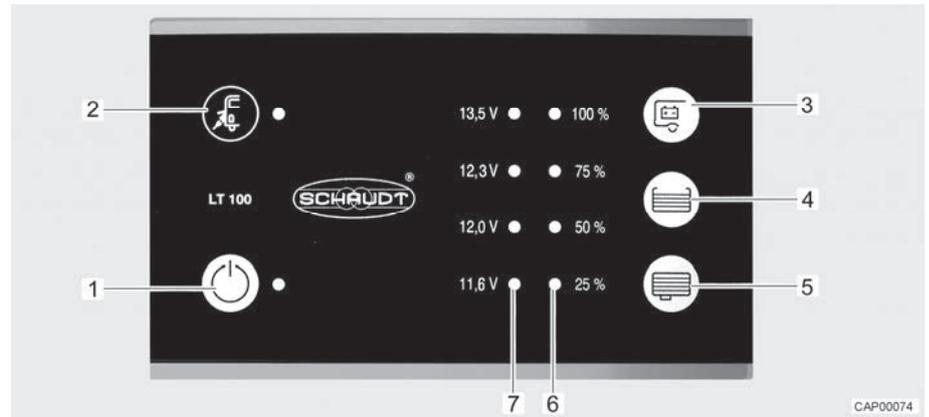

Fig. 81 Panel (LT 100)
El LED amarillo en el símbolo de conexión a la red "⏏" (Fig. 81,2) estará iluminado mientras que el vehículo esté conectado a una alimentación de red externa. Entonces, el LED también estará iluminado al estar el panel desconectado.
El interruptor principal de 12 V (Fig. 81,1) conecta y desconecta el panel y la alimentación de 12 V del habitáculo.
- Pulsar el interruptor "⏻" (Fig. 81,1): La alimentación de 12 V del habitáculo está conectada. El LED está iluminado de color verde.
- Volver a pulsar el interruptor "⏻" (Fig. 81,1): La alimentación de 12 V del habitáculo está desconectada. El LED se apaga.
La serie de LED (Fig. 81,7) indicará la tensión de batería de la batería del habitáculo del modo siguiente:
- Pulsar la tecla "☰" (Fig. 81,3): Indica la tensión de la batería del habitáculo.
La serie de LED (Fig. 81,6) indicará el nivel de llenado del depósito de agua potable o del depósito de aguas residuales.
Pulsar la tecla "☰" (Fig. 81,4): Los LED iluminados indicarán el nivel de llenado del depósito de agua potable.
Pulsar la tecla "☷" (Fig. 81,5): Los LED iluminados indicarán el nivel de llenado del depósito de aguas residuales.